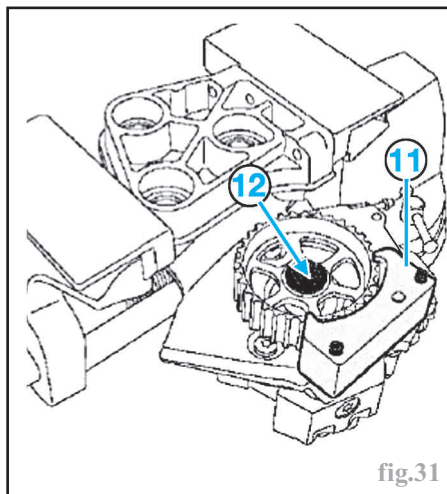
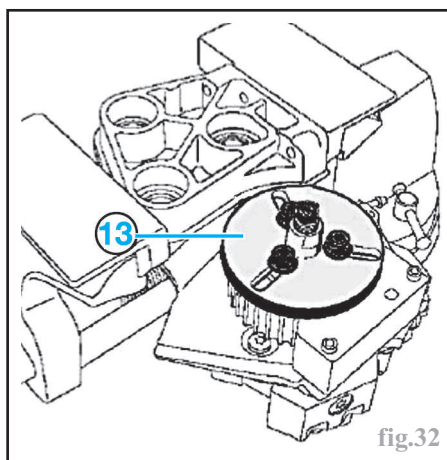

fig.31
fig.32
- placer le support de la pompe dans un étau (fig.31),
- immobiliser la roue dentée de la pompe haute pression à l'aide d'un secteur denté approprié (11) (outil Renault Mot. 1668),
- déposer l'écrou (12) de la roue dentée,
- à l'aide d'un extracteur approprié (13) (outils Renault Mot. 1525 et 1525-03), déposer la roue dentée, en s'assurant que l'axe de l'extracteur soit bien en appui sur l'arbre de la pompe (fig.32),